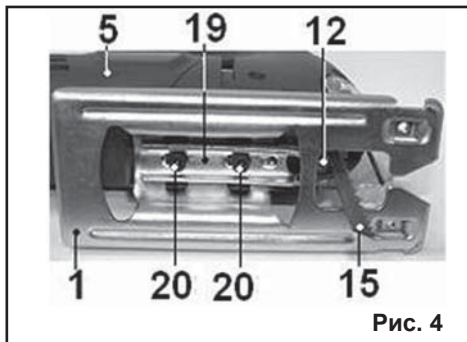

Рис. 4
7.2. Установка опорного ролика (Рис.4). Для моделей ЛЭ-500/45 и ЛЭ-500/45Э.
7.3. Наклон подошвы (Рис. 4, 5). Для моделей ЛЭ-500/45 и ЛЭ-500/45Э.